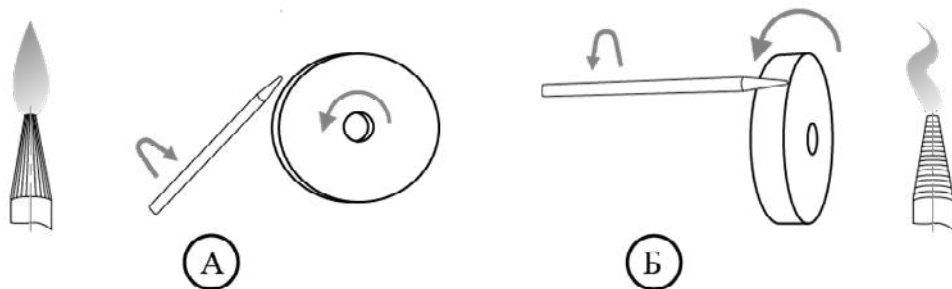

Рис. 12.5. Пример заточки вольфрамового электрода.
**Особое значение следует уделить правильности заточки вольфрамового электрода, т.к. это влияет на качество и форму сварного шва (См. рис. 12.5, 12.6).**